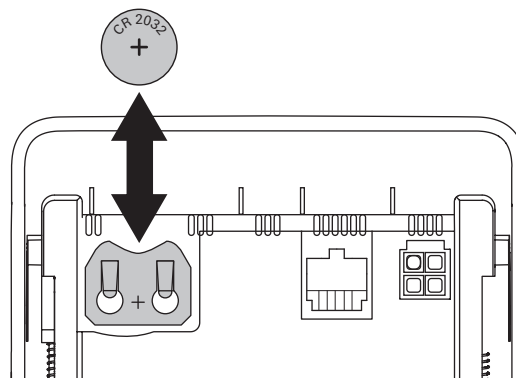

Fig. 9
Une pile tampon est montée sur la partie arrière de la pièce de commande (Fig. 9). La pile est conçue pour une durée de fonctionnement d'environ 8 ans.
- ▶ Insérer la pile neuve dans le support de la pile. Il faut alors veiller à la polarité : le pôle « plus » doit être orienté vers l'avant ou le haut. Voir (Fig. 9).